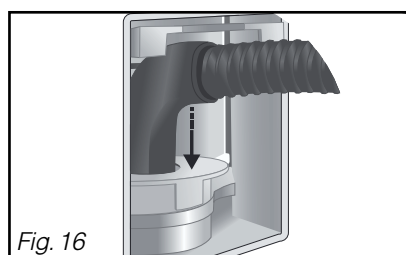

Fig. 16
- Raccorder le tuyau du kit sur l'embout de l'appareil (Fig. 16).